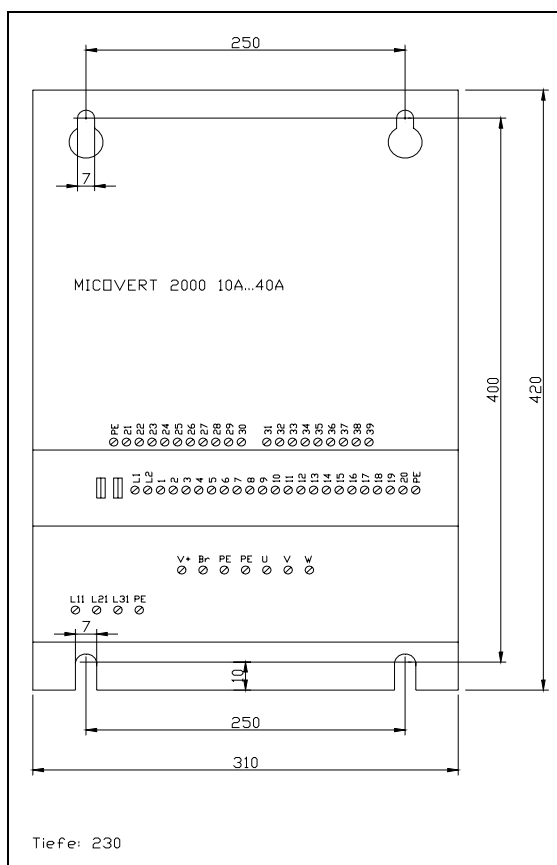

Abbildung 3: Maßbild für Geräte 10A - 50A Nennstrom
- Die Umrichter sind lieferbar in verschiedenen Baugrößen (siehe Abbildung 3 und 4). Höhere Leistungen auf Anfrage.
- ※ Die MICOTROL- Umrichter der Serie 2000 sind für senkrechte Montage in Schränken oder Maschinengestellen bestimmt. Sie sind mit Klemmleisten nach unten zu montieren. Abmessungen siehe Abbildung 3 und 4.